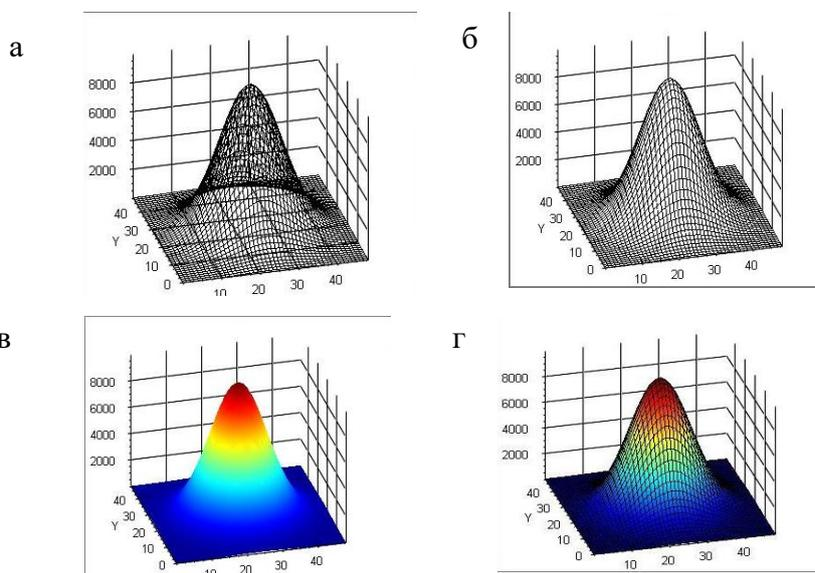

Рисунок 14
- каркас – поверхность представлена в виде прозрачной сетки, позволяющей видеть все точки поверхности одновременно (рисунок 14а);
- непрозрачная сетка – поверхность представлена в виде непрозрачной сетки, отображающей только точки поверхности образующие ее передний план (рисунок 14б);
- Цветная – так называемая радужная раскраска, цвета которой распределяются в вертикальном направлении снизу вверх по цветам радуги – от фиолетового до красного (рисунок 14в);
- Цветная + сетка – закрашенная поверхность с накладываемой на неё рендерной сеткой (рисунок 14г).